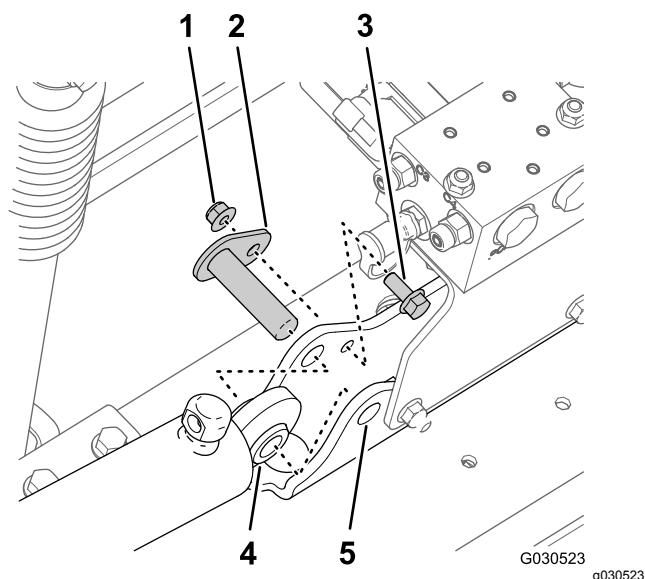

Figura 41
4. Rimuovete il perno orientabile e il cilindro di sollevamento dalla macchina (Figura 41).
3. Rimuovete il dado di bloccaggio flangiato (5/16") e il bullone a testa flangiata (5/16" x 3/4") che fissano il perno orientabile al supporto del cilindro (Figura 41).